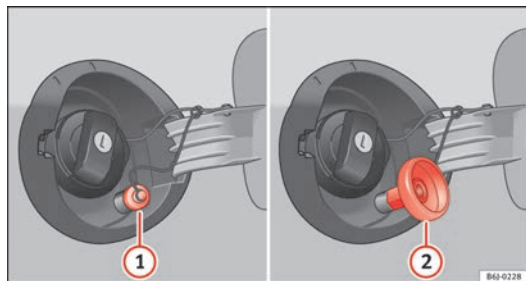

Fig. 119 Bouchon du réservoir ouvert avec goulot de remplissage de GPL et adaptateur.
- Dévissez le bouchon du goulot de remplissage de gaz ⇒ fig. 119 ①.
- Vissez l'adaptateur nécessaire ⇒ fig. 119 ② dans le goulot de remplissage de gaz ①.
- Dévissez l'adaptateur ⇒ fig. 119 ②.
- Vissez le bouchon du goulot de remplissage de gaz ⇒ fig. 119 ①.